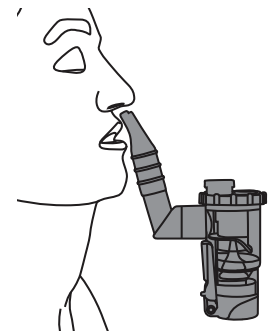

Fig. 20
- In caso di inalazione tramite la forcilla nasale, è necessario collegare la forcilla nasale con il nebulizzatore tramite l'adattatore. Tenere poi la forcilla nasale in corrispondenza del naso (Fig. 20).